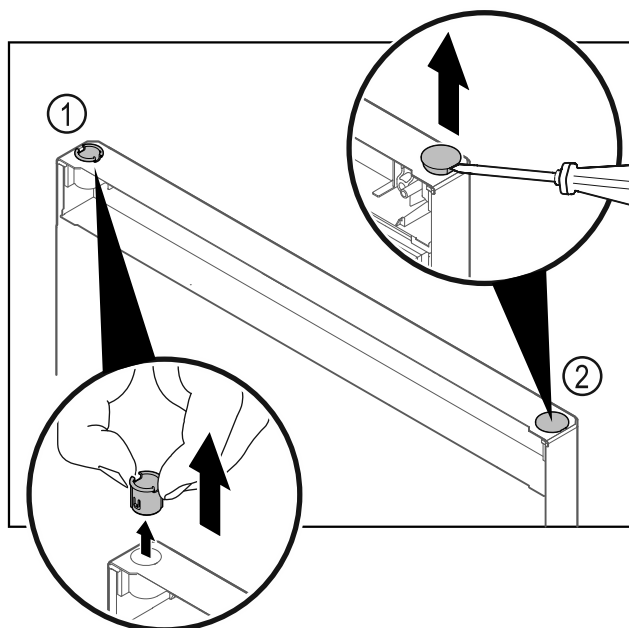

Fig. 11
- ▶ Træk hængselbøsningen Fig. 11 (1) ud med fingrene.
- ▶ Løsn afdækningsproppen Fig. 11 (2) forsigtigt med en flad skruetrækker, og træk den ud.